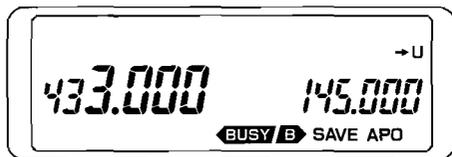

図1
1. 両SQLつまみを左回し切りにし、電源スイッチ(VOLつまみ)をONにします。(ディスプレイパネルが図1のようにならない場合はメモリーをリセットして下さい。☞メモリーのリセット14ページ)